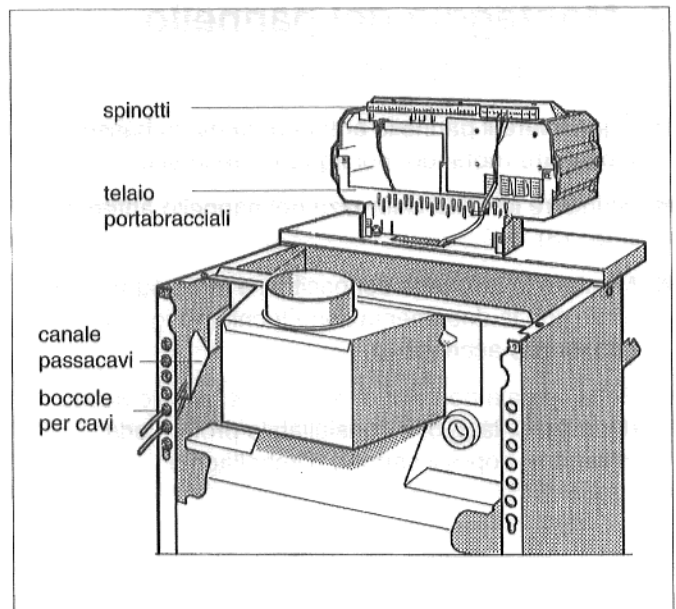
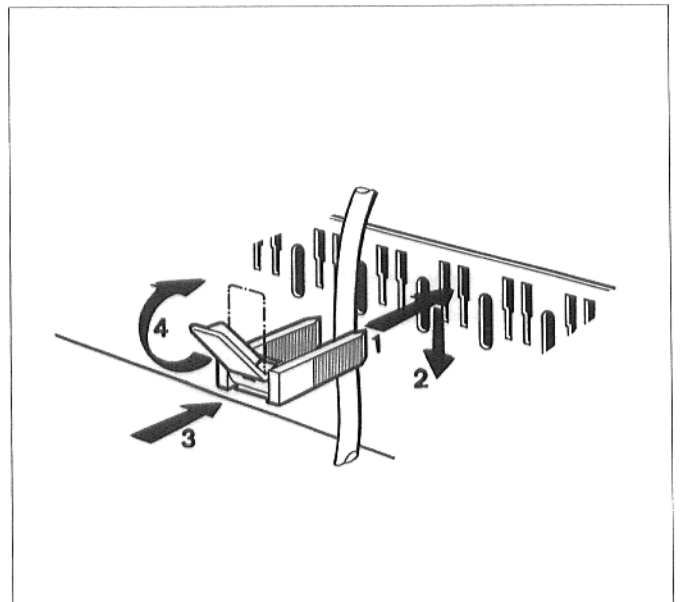

Fig. 10: Cavi e collegamenti a spinotti
Fig. 11: Fissare i cavi con bracciali
- Effettuare i collegamenti elettrici a carico del committente, secondo lo schema (Fig. 10).
Condurre i cavi dal retro all'apparecchio di regolazione facendoli passare attraverso le boccole del canale passacavi (Fig. 10).
- Fissare tutti i cavi con gli appositi bracciali. Inserire il bracciale con cavo nell'alloggiamento del telaio portabracciali (Fig. 10) in modo che la costola della leva di fissaggio sia rivolta verso l'alto. Quindi incastrare il bracciale abbassandolo e facendo pressione. Chiudere la leva di fissaggio verso l'alto (Fig. 11).